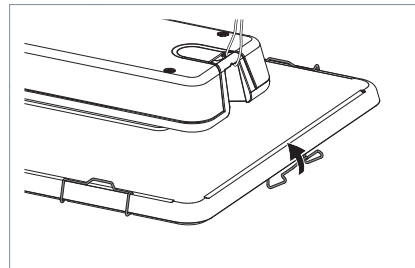

Fig. 14: Fixer la vitre de protection.
- Fixer la vitre de protection sur le luminaire en relevant les six clips de retenue, voir Fig. 14.